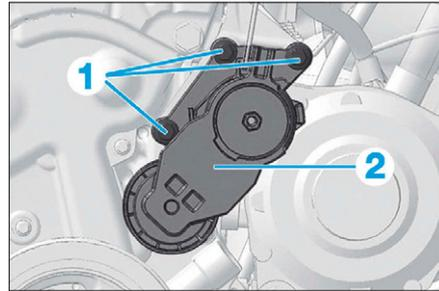

FIG. 4
- les vis de fixation (1) du galet tendeur (2) (Fig.4),
- le galet tendeur (2).